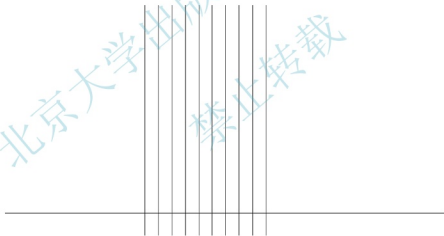

图 4.101 绘制一条水平构造线
(3) 任意绘制一条水平构造线，结果如图 4.101 所示。